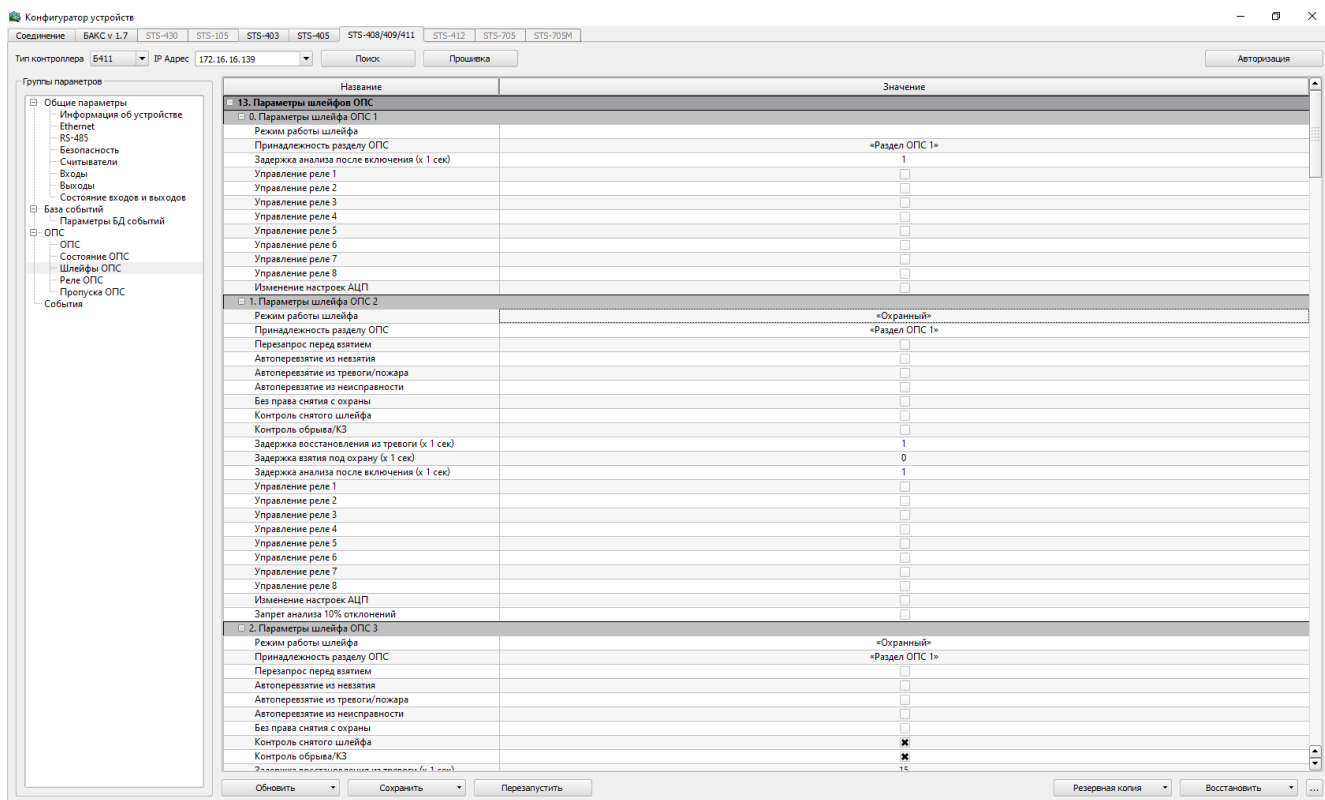

Рисунок 37 – Шлейфы ОПС
- в группе «Параметры шлейфов ОПС» (рисунок 37) установить флажок «Управление реле N» (где N – выбранное реле) в настройках контролируемого шлейфа.